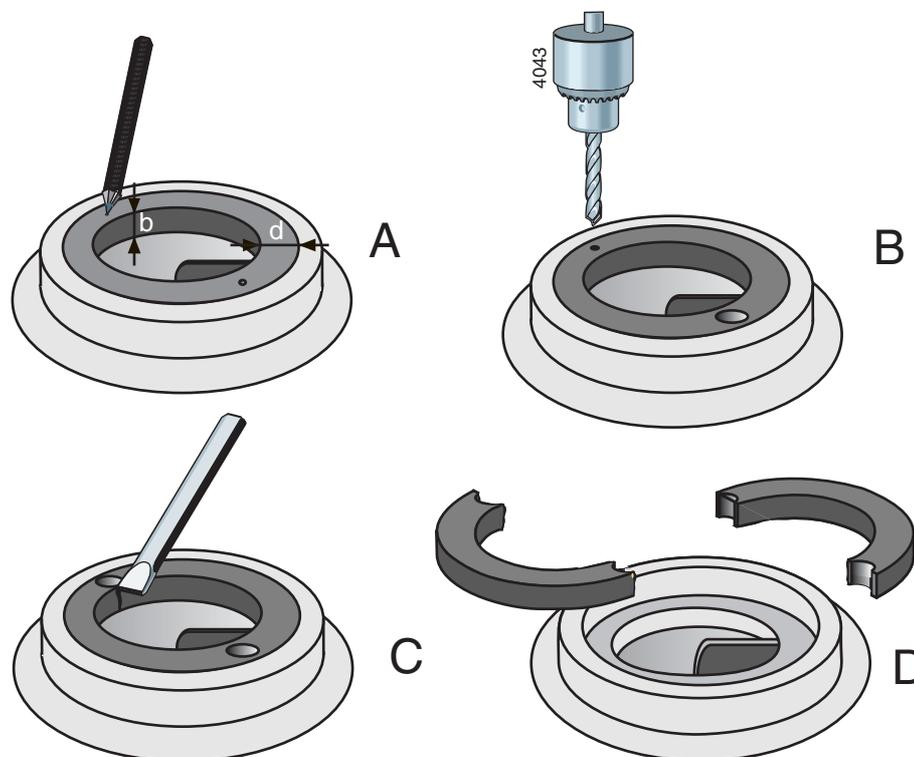

Figure 24: Démontage de la bague d'usure.
- 1 Mesurez l'épaisseur (d) et la largeur (b) de la bague, voir figure 24 A.
- 2 Faites un petit trou de centrage au milieu du bord de la bague en deux points opposés, voir figure 24 B.
- 3 Utilisez une mèche d'un diamètre légèrement plus petit que l'épaisseur (d) de la bague et percez deux trous dans la bague, voir figure 24 C. Ne percez pas plus loin que l'épaisseur (b) de la bague. Prenez soin de ne pas endommager le bord d'ajustage du corps de pompe.
- 4 Coupez l'épaisseur restante de la bague à l'aide d'un ciseau. Vous pouvez maintenant déposer la bague en deux parties du corps de pompe, voir figure 24 D.